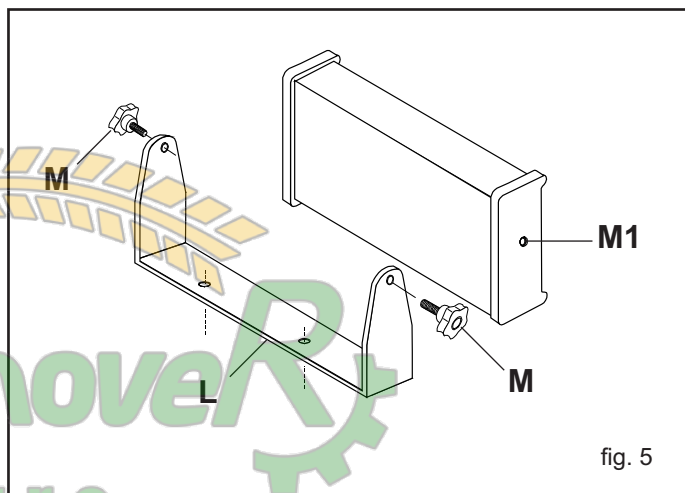

fig. 5
5.2 MONTAJE DEL MONITOR (Fig. 5)